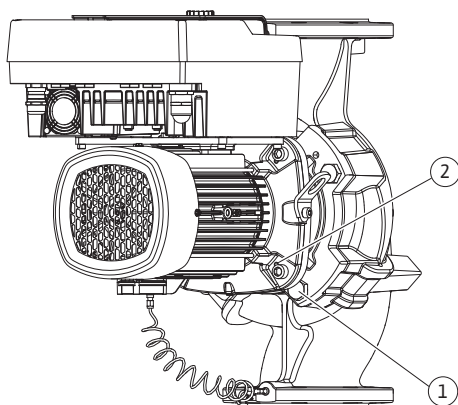

Fig. 104: Aftrykning af indstikssættet via gevindboringer (afhængigt af pumpetype)
22. Ved at fjerne skruerne (Fig. II, pos. 10) løsnes også differenstryktransmitteren fra motorflangen. Lad differenstryktransmitteren (Fig. I, pos. 8) med holdepladen (Fig. I, pos. 13) hænge i trykmåleledningerne (Fig. I, pos. 7). Fjern differenstryktransmitterens tilslutningskabel i elektronikmodulet.
23. Tryk indstikssættet af pumpehuset. Brug her de to gevindhuller (se Fig. 104, pos. 1).
31. Afmonter indstikssættet (se kapitlet "Beskrivelse af pumpen") fra pumpehuset ved at løsne flangeskruerne (Fig. I/III, pos. 29).
32. Ved at fjerne skruerne (Fig. I/III, pos. 29) løsnes også differenstryktransmitteren fra motorflangen. Lad differenstryktransmitteren (Fig. I, pos. 8) med holdepladen (Fig. I, pos. 13) hænge i trykmåleledningerne (Fig. I, pos. 7). Kobl tilslutningskablet til DDG i elektronikmodulet af, eller løs det på stikforbindelsen, og træk det af.
33. De to gevindboringer (Fig. 104, pos. 1), der ligger ved siden af, samt egnede skruer (f.eks. M10 x 25 mm), der er stillet til rådighed på opstillingsstedet, anvendes til afmontering af indstikssættet fra pumpehuset.
34. Før en gaffelnøgle (nøglevidde 32 mm) ind i lanternevinduet (Fig. III, pos. 38), og hold akslen fast på nøglefladerne. Løsn pumpehjulsmøtrik (Fig. III, pos. 22). Fjern skiver nedeunder (Fig. III, pos. 23), og træk pumpehjulet (Fig. III, pos. 21) af pumpeakslen. Afmonter pasfjeder (Fig. III pos. 37).
35. Træk akseltætning (Fig. III, pos. 25) samt afstandsring (Fig. III, pos. 20) af.
36. Fjern akseltætningens kontraring (Fig. III, pos. 26) fra dens sæde i lanternen.